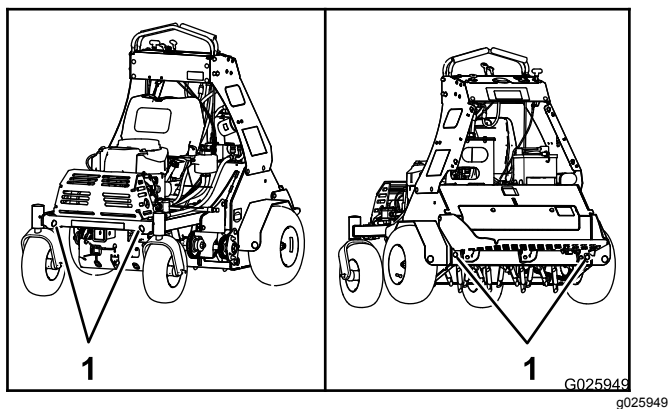

Figure 23
7. Servez-vous des points d'attache de la machine pour arrimer solidement la machine sur la remorque ou le véhicule de transport au moyen de sangles, chaînes, câbles ou cordes (Figure 23).